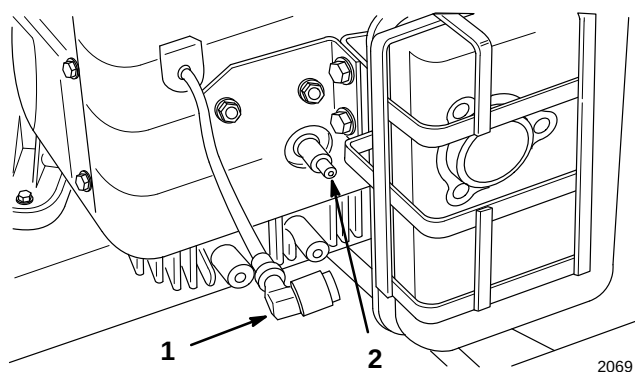

Figure 22
2. Débrancher le(s) fil(s) de la/des bougies (Fig. 22). Nettoyer tout autour des bougies pour éviter que des saletés ne tombent dans le moteur et ne l'endommagent.
- Reconnecter les fils des bougies (Fig. 22).